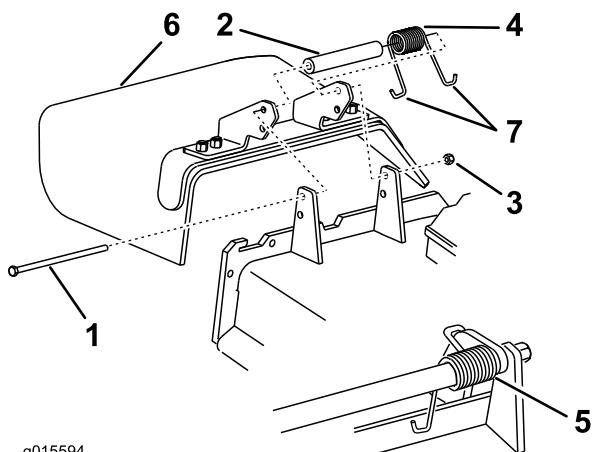

Figura 42
1. Retire la contratuerca, el perno, el muelle y el espaciador que sujetan el deflector de hierba a los soportes de pivote de la carcasa (Figura 42). Retire el deflector de hierba dañado o desgastado.
Nota: Asegúrese de colocar un extremo con gancho en **J** del muelle detrás del reborde de la carcasa antes de instalar el perno, según se muestra en Figura 42.
3. Instale el perno y la tuerca Coloque 1 extremo en **J** del muelle alrededor del deflector de hierba (Figura 42).